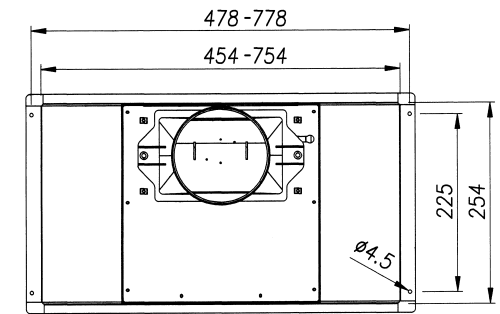

Fig. 2
- En la bolsa de accesorios que se suministran con la campana, encontrará los tornillos necesarios para la fijación de la misma (fig. 2).
Antes de substituir a lâmpada assegurar-se de que a campânula não está ligada. Tirar o filtro de gordura (Fig. 2) e mudar a lâmpada usando uma lâmpada ovalada de potência máx. 40 W. Colocar o filtro novamente no seu lugar.